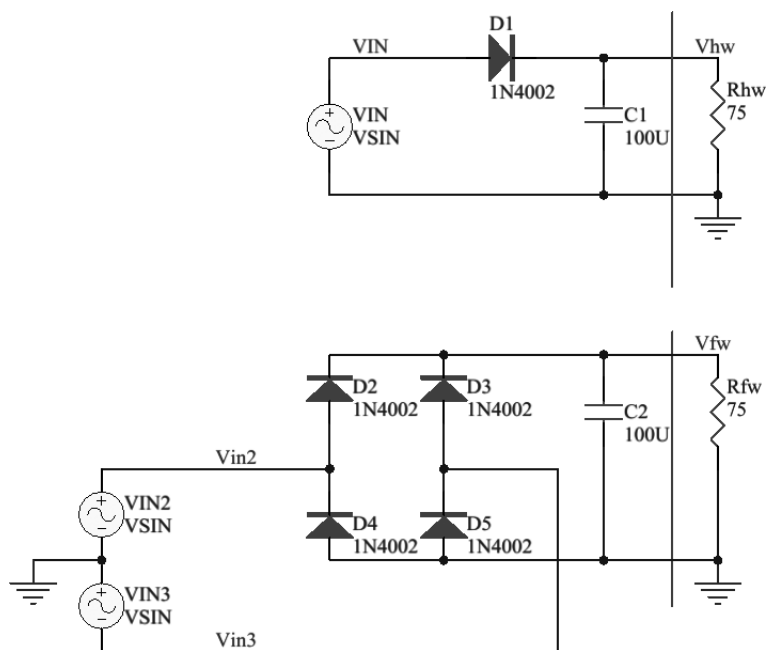

图 12-26 基本电力供应仿真电路
本例要求完成如图 12-26 所示仿真电路原理图的绘制，同时完成电路的特性分析。
4) 添加仿真测试点。在仿真原理图中添加了仿真测试点，VIN、VIN2、VIN3 表示正弦电压信号，Vhw、Vfw 分别表示通过电阻 Rhw、Rfw 的输入信号，如图 12-26 所示。